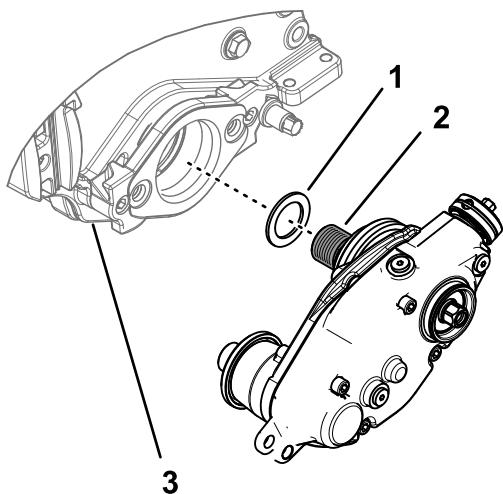

図8
- グリーンズマスターのカッティングユニットの左側にグルーマ駆動ボックスを取り付けた場合、リールアダプタのねじ山部分にシムワッシャを入れる図8。